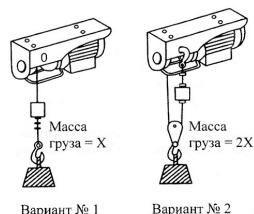

рис. 3
с полиспастом (вариант №2), как показано на рис.3.
- вставить основной крюк в отверстие основания, как показано на рис.3.